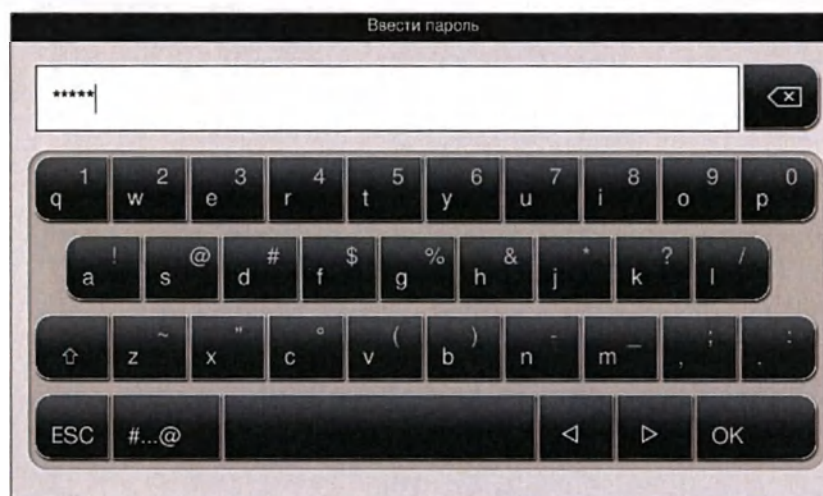

Рис. 24
2. После этого будет отображена клавиатура (→ "Рис. 24"), с помощью которой можно будет ввести пароль.